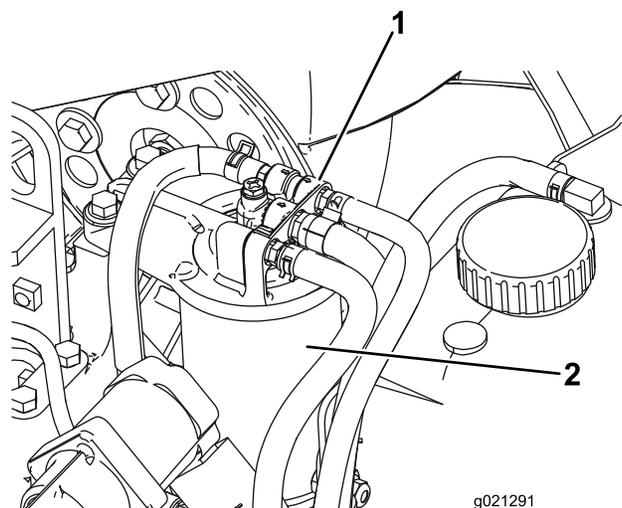

Рисунок 82
1. Очистите поверхность вокруг головки топливного фильтра (Рисунок 82).
2. Снимите фильтр и очистите монтажную поверхность головки фильтра (Рисунок 82).